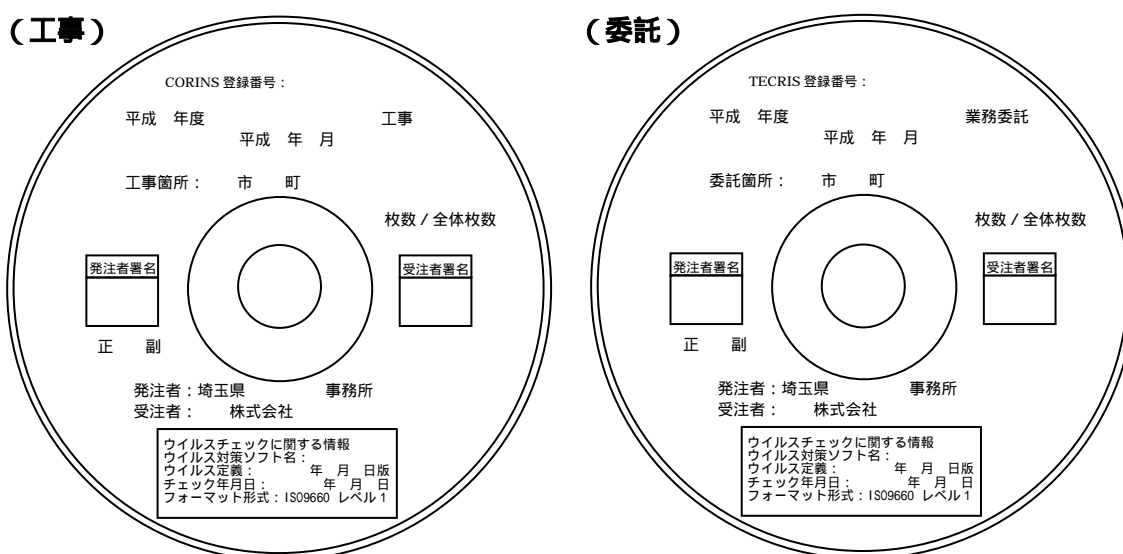

図 3-2 電子納品媒体ラベル
- ・CD-R のレーベルは、専用プリンタによる直接印刷か、油性フェルトペンによる手書きとし、図 3-2 に示す項目について記載する。